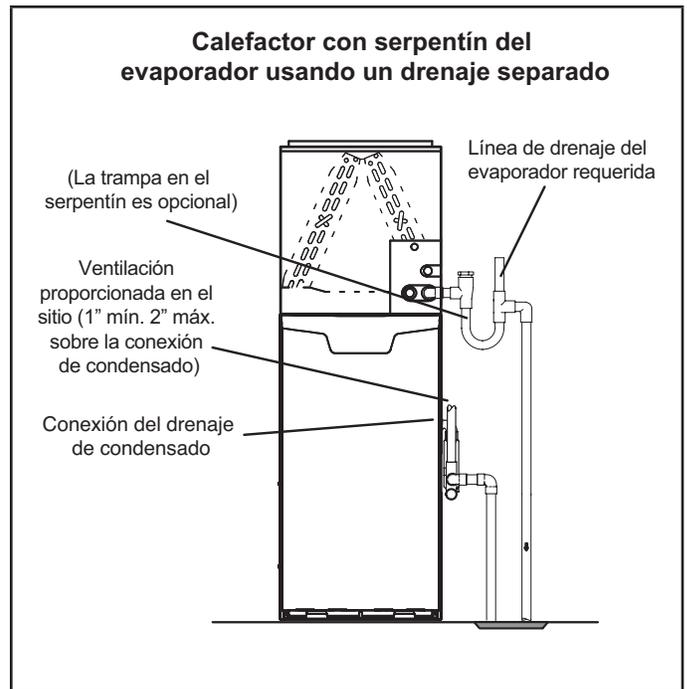

FIGURA 41
- 5 - La FIGURA 41 y la FIGURA 43 muestran el calefactor y el serpentín del evaporador usando un drenaje separado. Si es necesario, la línea de condensado del calefactor y del serpentín del evaporador se pueden drenar juntas. Ver la FIGURA 42, FIGURA 44 y FIGURA 45. **Calefactor de flujo ascendente** (FIGURA 44) - En aplicaciones del calefactor de flujo ascendente, la ventilación proporcionada en el sitio debe ser de un largo mínimo de 1" hasta un largo máximo de 2" arriba de la conexión de la salida de drenaje de condensado. Cualquier largo de más de 2" puede inundar el intercambiador de calor si la línea de drenaje primaria combinada tuviese una restricción. **Calefactor horizontal** (FIGURA 45) - En aplicaciones del calefactor horizontal, la ventilación proporcionada en el sitio debe ser de un largo mínimo de 4" hasta un largo máximo de 5" arriba de la conexión de la salida de drenaje de condensado. Cualquier largo de más de 5" puede inundar el intercambiador de calor si la línea de drenaje primaria combinada tuviese una restricción.